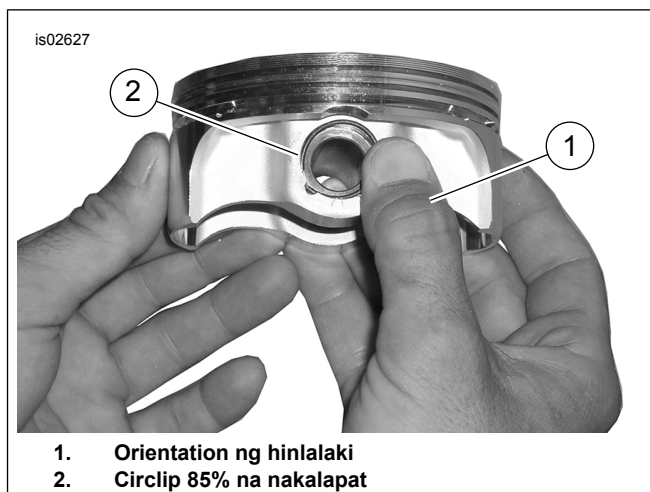

Figure 4. Ikabit ang Circlip
2. Tingnan ang Figure 4 . Iposisyon ang iyong hinlalaki (1) tulad ng ipinapakita. Diinan nang maigi hanggang humigit-kumulang 85% ng circlip (2) ay nakalapat sa groove.